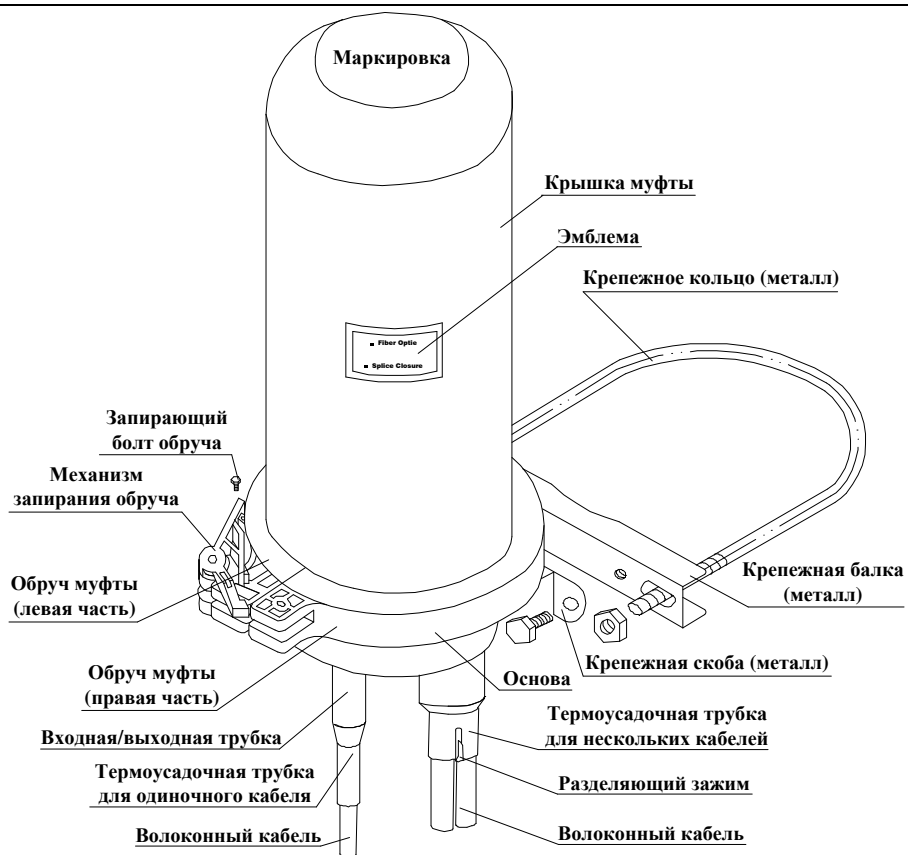

Рисунок 8
- ① При воздушной протяжке: закрепите металлический обруч и рейку на столбе (или другой опоре). Следуйте указаниям рисунка 8.
- ② При монтаже на стенах зданий: закрепите крепежную скобу на стену, используя крепежные болты. (Металлический обруч в этом случае не нужен).
- ③ При подземной прокладке: металлический обруч не нужен.
- 6.9.14 Смотрите рисунок 8.